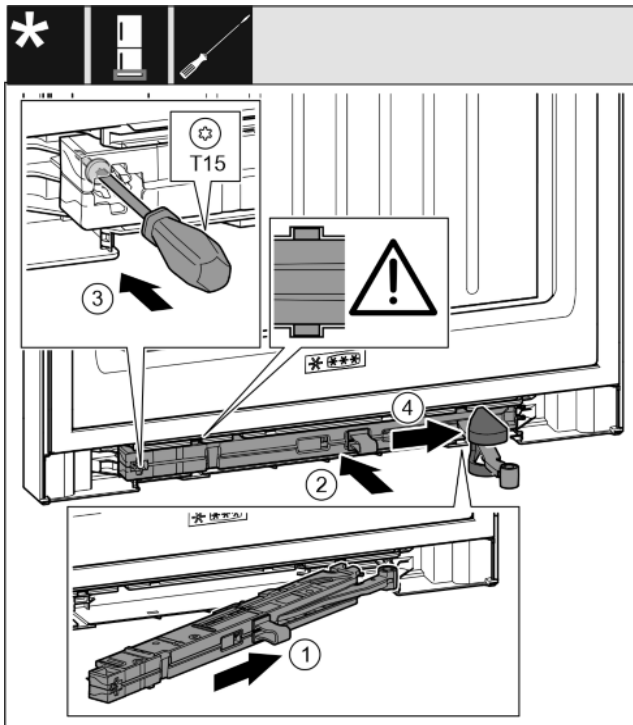

Fig. 36
- ▶ Вкарайте блока на затварящия демпфер от страната на лагерната стойка докрай под ъгъл в отвора. Fig. 36 (1)
- ▶ Вкарайте изцяло блока на затварящия демпфер в отвора. Fig. 36 (2)
- ▶ Затегнете винта с отвертка T15. Fig. 36 (3)
- ▶ Вкарайте капачката върху шарнира. Fig. 36 (4)